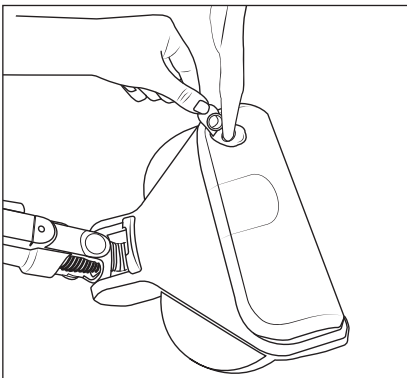

Abb. 16
- 1) Fassen Sie die Verschlusslasche 33 des Frishwasserbehälters 32 mit den Fingern und ziehen Sie diese nach oben aus der Einfüllöffnung des Frishwasserbehälters 32 (siehe Abb. 16).
- 2) Füllen Sie Leitungswasser oder destilliertes Wasser in den Frishwasserbehälter 32 (siehe Abb. 16).